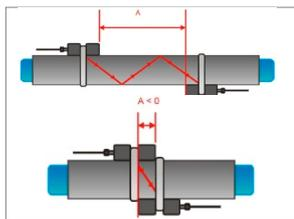

Рис. 4. Диагональный режим
Сигналы минуют трубу по нечётному числу проходов. Режим используется для больших труб и для грязных/азрированных жидкостей, где может произойти ослабление сигнала. Расстояние датчика при такой конфигурации может быть отрицательным (прекрывание датчиков) (Рис. 4).
- Нечетное число: датчики - на противоположных сторонах (Рис. 4). Подтвердите выбор нажатием **ENTER**.